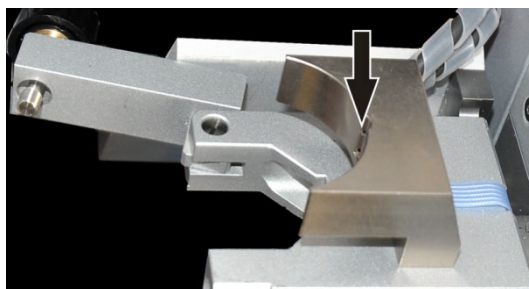

Fig. 59 Orifices du détecteur pour l'identification du brûleur
1. Desserrer les raccords à vis des mâchoires du brûleur (2 sur Fig. 59) au niveau du corps du brûleur et retirer les mâchoires du brûleur.
4. Visser les mâchoires du brûleur sur le corps du brûleur. Des goujons (3 sur Fig. 59) placés sur les mâchoires du brûleur assurent la bonne assise du système.